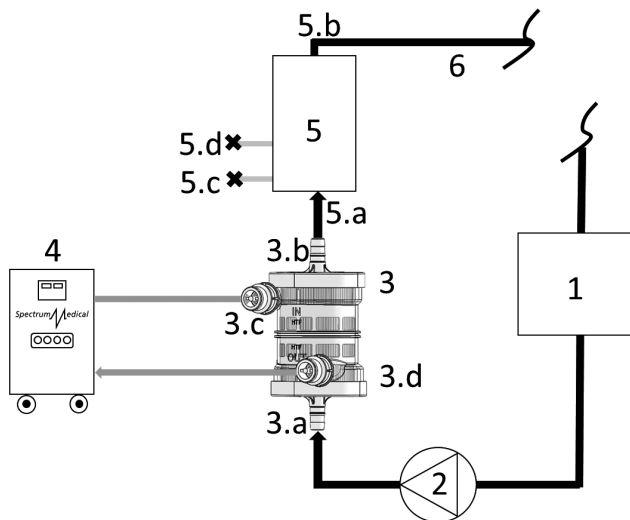

Fig. 2
- Kontrollér, at O-ringen på HTF-konnektorerne findes (ref. 3c og 3d i fig. 2).
4. Fjern beskyttelseshætterne fra konnektorerne på anordningens HTF-side (ref. 3c og 3d i fig. 2).
5. Tilslut slangerne af Spectrum Medical Quantum Heater-Cooler System opvarmer-køler (ref. 4 i fig. 2) til anordningen (ref. 3c og 3d i fig. 2) ved hjælp af hun-lynkoblingskonnektorerne.
2. Placér anordningen mellem arteriepumpen (ref. 2 i fig. 2) og oxygenatorens indgang (ref. 5 i fig. 2) som vist i fig. 2.
3. Fjern beskyttelseshætten fra blodindgangskonnekteren (ref. 3a i fig. 2).
5. Fjern beskyttelseshætten fra blodudgangskonnekteren (ref. 3b i fig. 2).